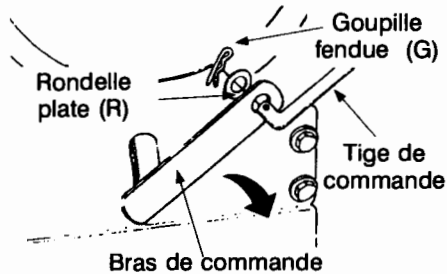

FIGURE 13
- Enfoncez l'extrémité à petit trou de la tige de commande inférieure dans le bras de commande sur l'extérieur du châssis de la souffleuse. Attachez avec une rondelle plate (R) et une goupille fendue (G) (la rondelle et la goupille fendue doivent se trouver sur le côté moteur du support). Voir la Figure 13.